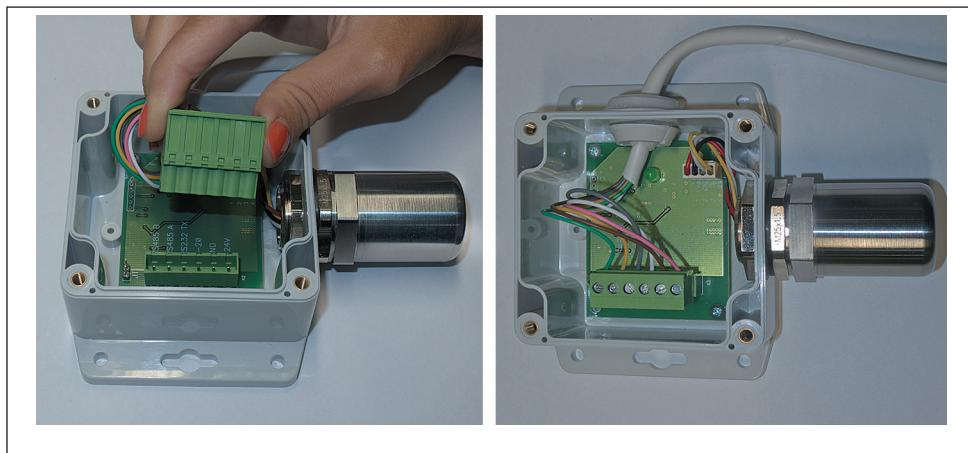

Рис.8. Установка кабельной колодки
6. Установите кабельную колодку в коннекторы, убедитесь в том, что защелки зафиксировали разъем (рис.8). Вытяните излишки кабеля наружу через кабельный ввод, закрутите фиксирующую гайку на кабельных вводах (если есть) для герметизации соединения.